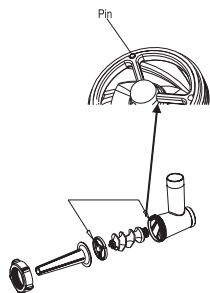

Figura 05
Montar o suporte do eixo moedor (12), o eixo moedor (11), o cone para preparar lingüiças (04 ou 05), (selecionar o grosso ou o fino, segundo a preferência) e a tampa da faca (06), conforme figura 05.